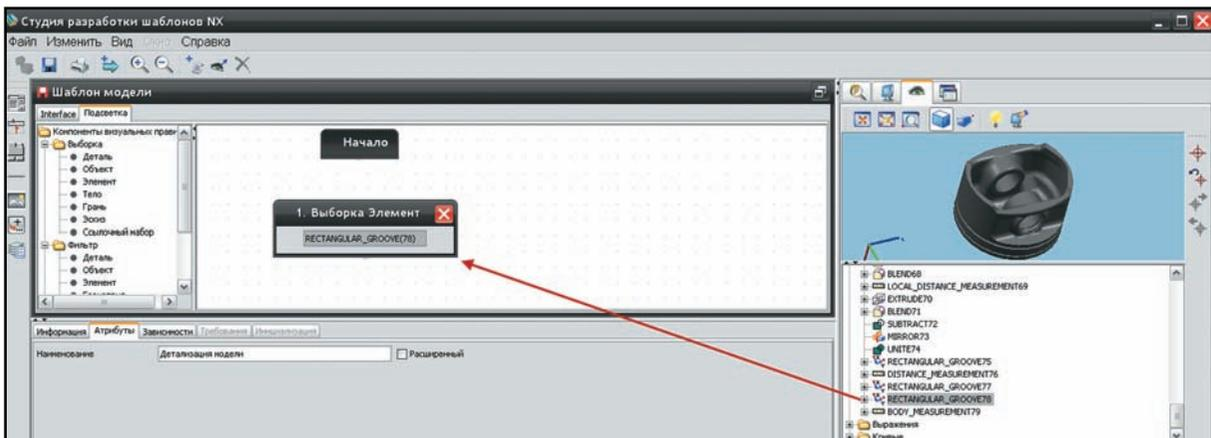

Рисунок 10.63 Получение геометрического элемента
- Проточке, которую мы хотим подсвечивать, при изменении её позиции соответствует элемент дерева построения RECTANGULAR_GROOVE(78). Все, что нам необходимо, - это с помощью функций визуальных правил «добраться» до граней проточки и подсветить их. А затем привязать вызов созданного визуального правила к переменным, которые её модифицируют из диалогового интерфейса шаблона. «Добраться» до граней мы можем двумя способами. Первый способ вы могли видеть в визуальном правиле по подсветке компонентов с заданным атрибутом в предыдущем примере. То есть, применяя функции выборки и фильтрации, получить набор граней, соответствующих элементу с заданным именем. Есть второй, более простой способ, который в данном случае имеет смысл использовать. Переключите правое верхнее окно в режим отображения дерева построения модели и перетащите элемент RECTANGULAR_GROOVE(78) в окно редактирования визуальных правил. Система сама создаст операцию выборки, получающую необходимый нам элемент модели (рис. 10.63).